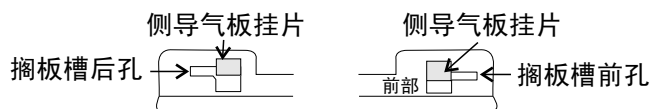

图 1-8. 插槽和卡片
3. 安装搁板槽，将搁板槽的后插槽卡入搁板柱上相应的后卡片。向前拉动隔板槽，使隔板槽的前插槽与搁板柱上相应的前卡片啮合。请参阅图 1-8。